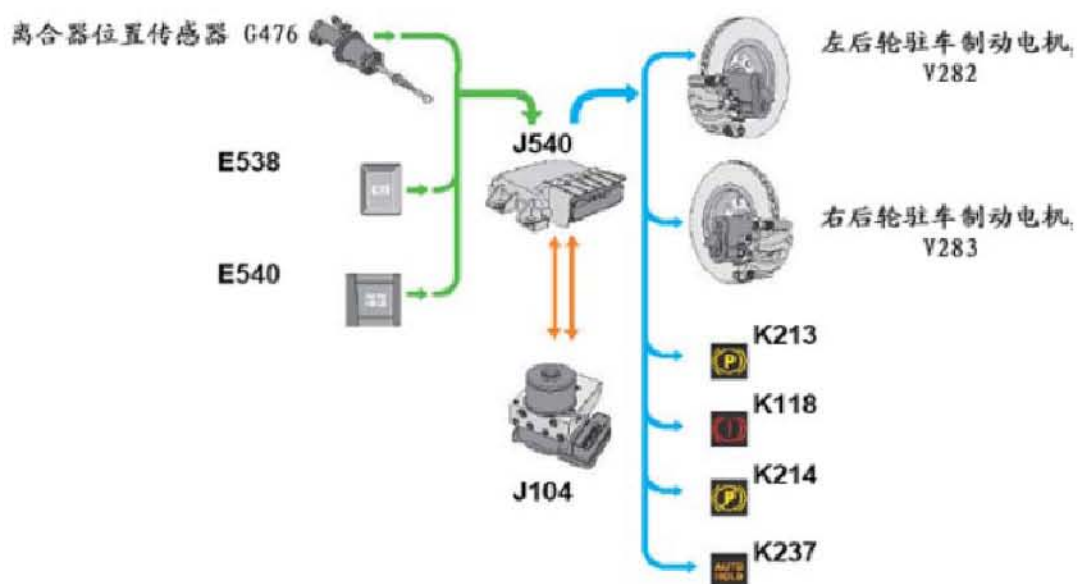

图 1 电动驻车制动系统构成
- 3). 根据读取的故障码与故障现象结合电子驻车制动控制系统构成、电路图分析（如图 1 所示），可能的原因如下：